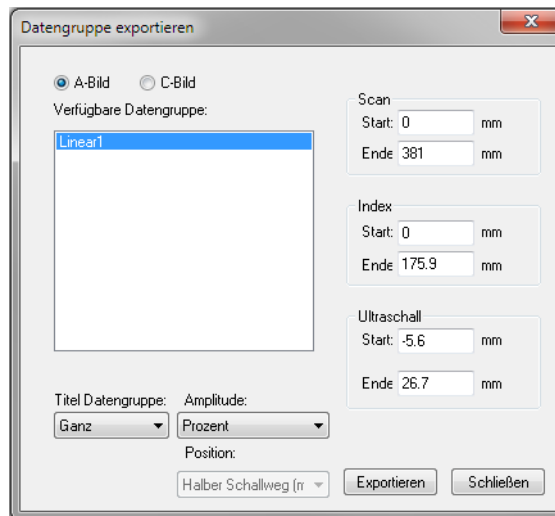

Abbildung 7-81 Dialogfeld Datengruppe exportieren
3. Wählen Sie in der Menüleiste **Datei > Datengruppe in Datei exportieren** aus (siehe Abbildung 7-81 auf Seite 447).